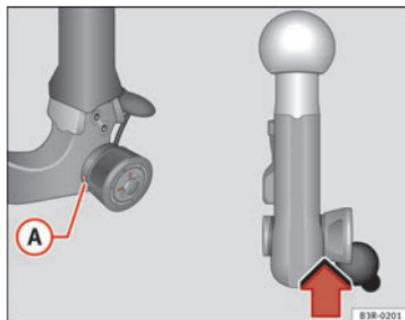

Fig. 161 Dispositivo desmontable para remolque: Comprobación de seguridad
- Compruebe si la marca verde **A** ⇒ fig. 161 de la rueda moleteada se encuentra en la zona negra de la rótula.